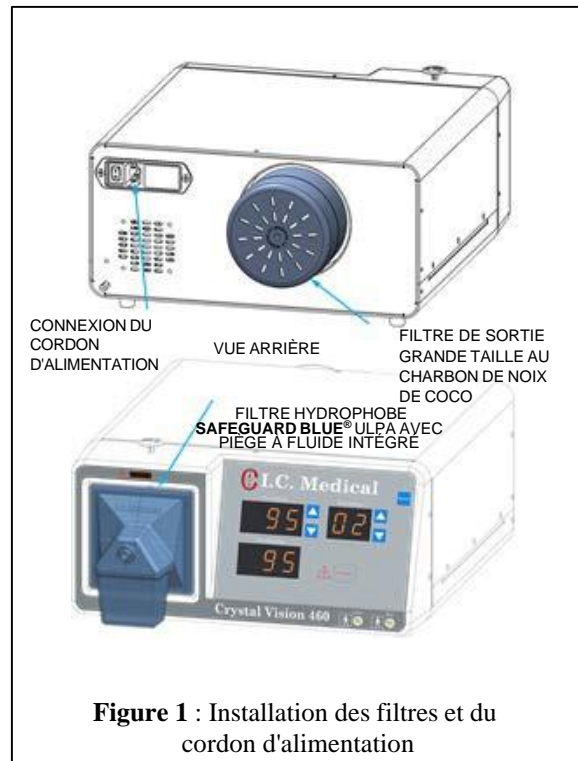

Figure 1 : Installation des filtres et du cordon d'alimentation
4. Reportez-vous à la Figure 1